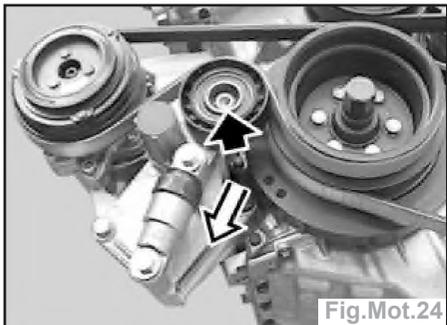

Fig.Mot.24
- Tendeur hydraulique : déposer le pare-poussière. Repousser le tendeur de courroie en agissant sur la vis de la poulie de renvoi puis déposer la courroie (Fig.Mot.24).